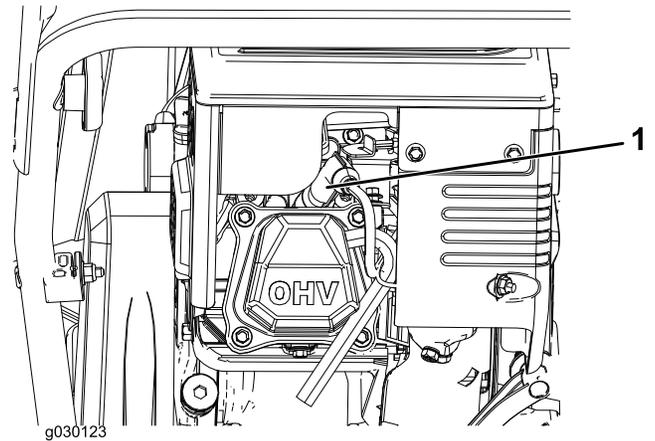

Bild 22
1. Entfernen Sie die Kappe (Bild 22).